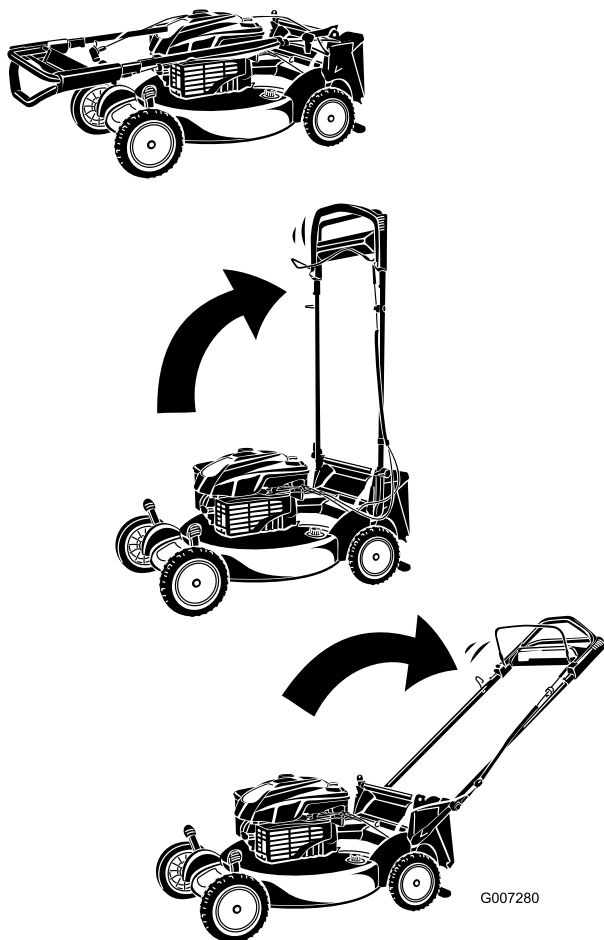

Bild 5
- 4. Drehen Sie den Griff nach hinten (Bild 5).